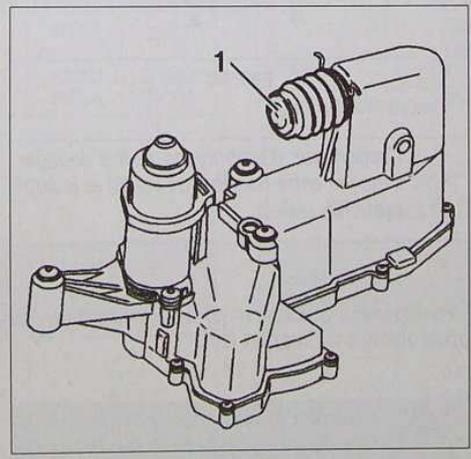

FIG.5
⚠ Il est interdit de manipuler l'actionneur par la tige de poussée (1) (Fig.5), de comprimer et relâcher la tige de poussée, d'alimenter directement un actionneur d'embrayage avec une source d'alimentation 12 volts et de piloter l'actionneur déposé à l'aide de l'outil de diagnostic.